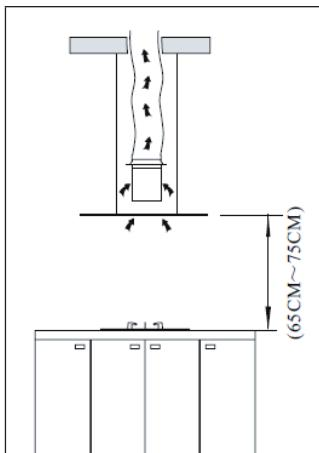

Figura 1
2. La cappa aspirante deve essere applicata a un'altezza di 65-75 cm sopra il piano cottura (vedi figura 1).
4. Eseguire 12 fori nel soffitto come mostrato in figura 2 e fissare la sospensione con 12 viti (ST 6x40). Utilizzare 8 viti (M4x10) e dadi a tenuta stagna (M4) per fissare gli angolari di ferro alla sospensione. Dopo aver calcolato la lunghezza dell'angolare di ferro (vedi figura 1), utilizzare 16 viti (M4x10) e i dadi a tenuta stagna (M4) per fissare un ulteriore angolare di ferro all'angolare. Gli angolari devono sovrapporsi di almeno 10 cm!